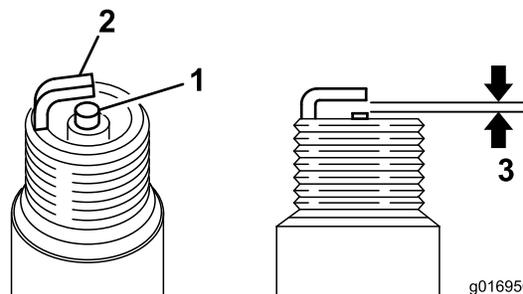

図 39
3. 図 39 のように、エアギャップを 0.6-0.7 mm に調整する。点火プラグをエンジンに取り付け、 $23\text{N}\cdot\text{m}$   $2.35\text{kg}\cdot\text{m}$  = 17ft.-lb にトルク締めする。